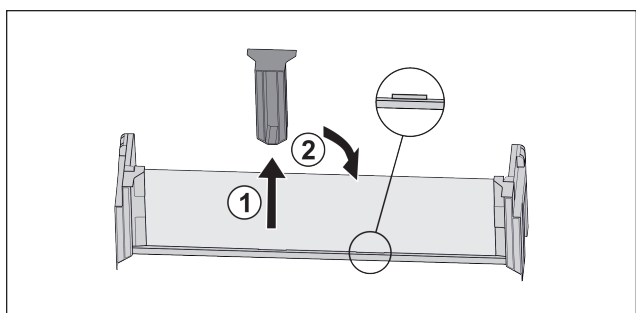

Fig. 54
- ▶ Wyciągnąć środkowy element trzymający Fig. 54 (1).
- ▶ Włożyć środkowy element trzymający na środkowej pozycji Fig. 54 (2).